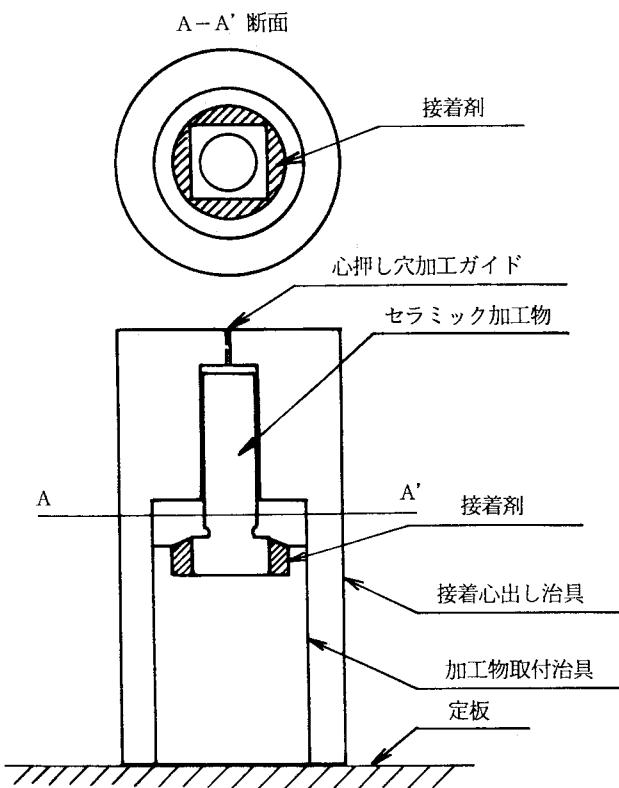

図3-1
(1) 加工物の取り付け。
- ① 実技課題（2）で加工したセラミックスを加工物取付用治具に接着する。B
- ・接着要領は実技課題（1）2—（2）を参照して、図3-1に示すように接着する。
(2) 心押穴加工
- ① 心押穴加工用ホーンを取り付けて、締めつけ後、発振器の周波数調整を行う。